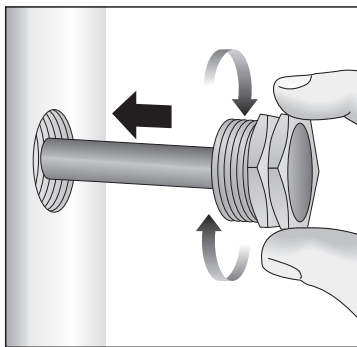
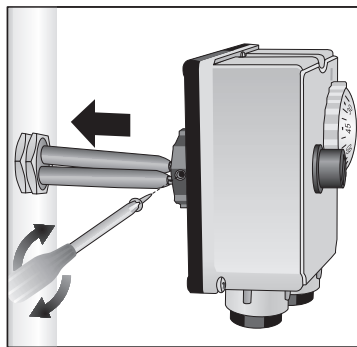

fig.3 - εικ.3
fig.4 - εικ.4
A) Siehe Abb.3 und Abb.4
A) Zie fig.3 en fig.4
A) Véase las fig.3 y fig.4